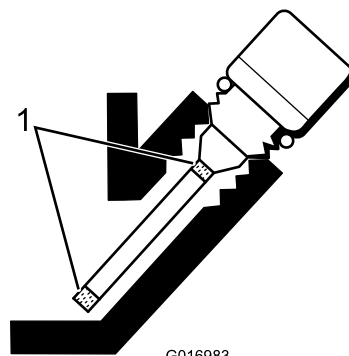

図 23
5. 不足している場合は、ゲージの網目模様部分の中間位置になるまで補給する 図 23。入れすぎないこと。